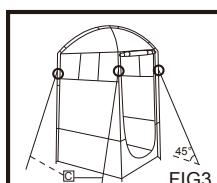

FIG3
- Attachez une extrémité des haubans <C> sur les cercles aux quatre angles de l'extérieur de la tente <A>. (FIG3)
- Fixez l'autre extrémité aux piquets <D> et attachez-les en plantant les piquets <D> dans le sol. (FIG3)